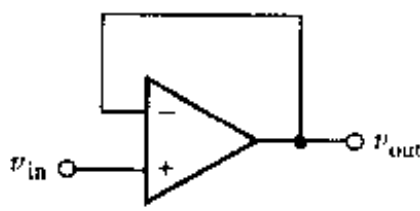

图 6.47
32. 采用 $\mu A741$ 的参数, 如果 $v_{in} = -16 \text{ mV}$, 计算图 6.47 所示电路的 v_{out} 。